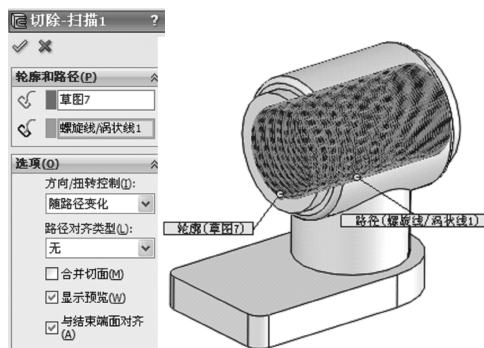

图 1-86 创建扫描切除特征
- 14 单击【扫描切除】按钮，选择上步骤绘制的草图作为扫描轮廓，选择螺旋线作为扫描路径，并创建出阀体工作部分的螺纹特征，如图 1-86 所示。